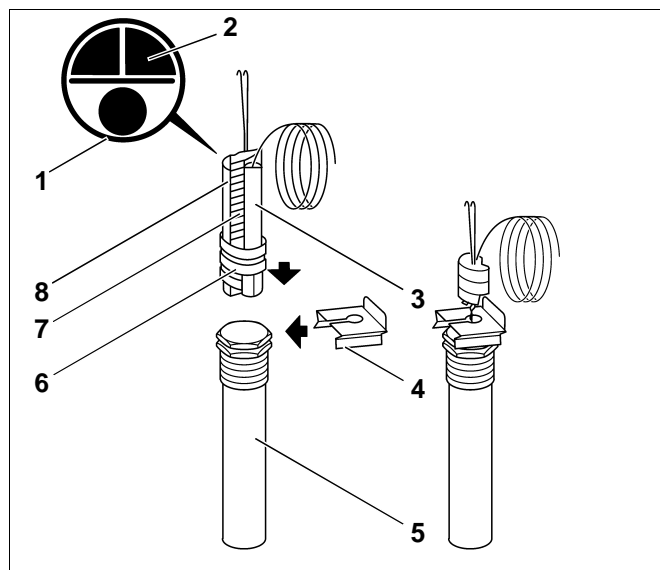

Fig. 1 Montaggio delle sonde ad immersione
- Introdurre a fondo l'unità sonde (Fig. 1, **Pos. 1**) nel pozzetto ad immersione (Fig. 1, **Pos. 5**) fino alla battuta.
La spirale di plastica (Fig. 1, **Pos. 6**) - per tenere unite le sonde - si autoespelle automaticamente all'introduzione nel pozzetto.
La molla di compensazione (Fig. 1, **Pos. 7**) ed i pezzi di riempimento (Fig. 1, **Pos. 2 e 8**) si devono inserire nel pozzetto assieme alle sonde. Essi servono a premere le sonde di temperatura alla parete del pozzetto, per una migliore trasmissione del calore.
- Spingere il blocca sonde (Fig. 1, **Pos. 4**), dal lato sulla testa del pozzetto. Le sonde non possono così scivolare fuori.
In questo caso si utilizza soltanto il sensore (Fig. 1, **Pos. 3** e Fig. 2, **Pos. 1**) dell'unità sonde ad immersione (Fig. 1, **Pos. 1**) a corredo; non sono necessari la molla di compensazione (Fig. 1, **Pos. 7**) ed i pezzi di riempimento (Fig. 1, **Pos. 2 e 8**).